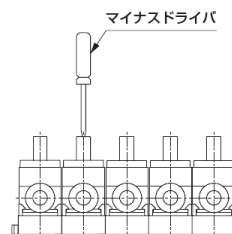

図1 省スペースを優先したマニホールド設置
13. 省スペース優先でマニホールド設置される場合は、手動での操作が若干行いにくくなります。つまみ上部の“－”を使用してドライバ等で操作することをおすすめします。(※図1)